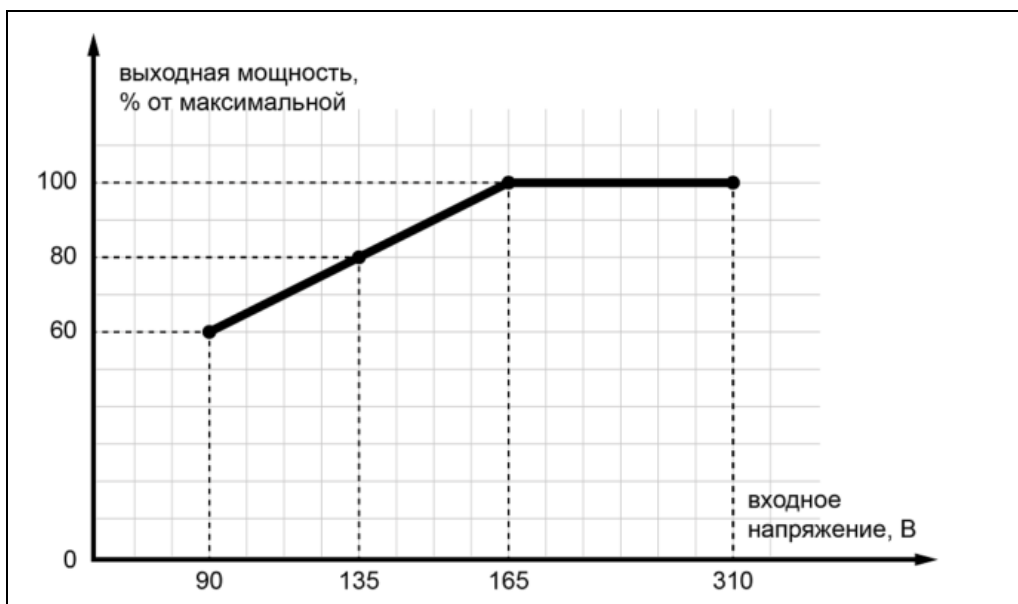

Рис. 2. График зависимости выходной мощности стабилизатора от входного напряжения.
3. Индикатор нагрузки - изменяется пропорционально току нагрузки. По индикатору нагрузки можно отслеживать текущую нагрузку на стабилизатор. Запрещается использовать стабилизатор в условиях перегрузки по мощности. Следует помнить, что при пониженном напряжении в электросети эффективная мощность стабилизатора пропорционально снижается. Зависимость эффективной мощности стабилизатора от входного напряжения показана на рис. 2.